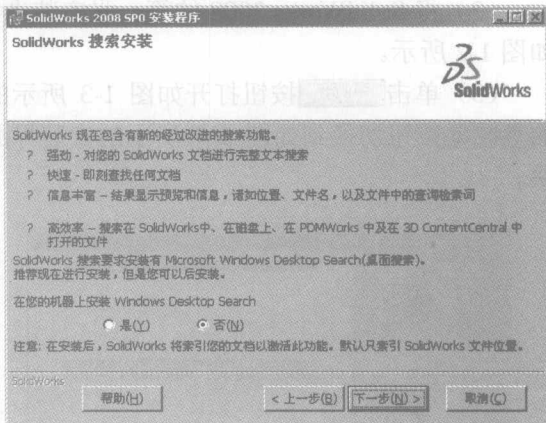

图 1-7 是否安装 Windows Desktop Search
(6) 单击 **下一步(N) >** 按钮打开如图 1-7 所示的安装窗口, 系统询问是否需要安装 Windows Desktop Search 以配合 SolidWorks 搜索功能的发挥, 用户可以根据需要选择是否安装。